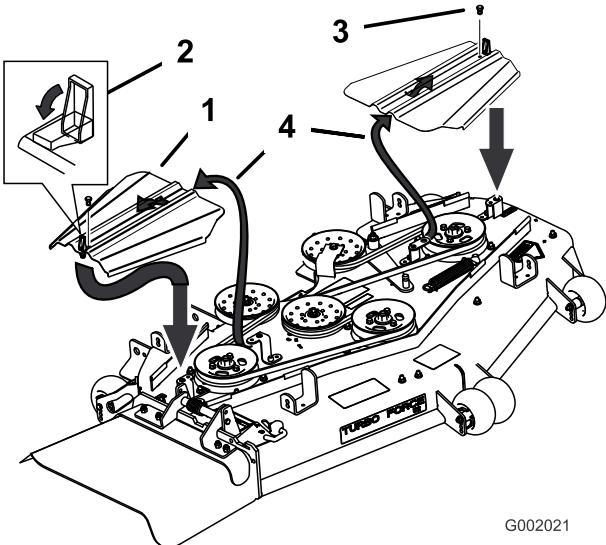
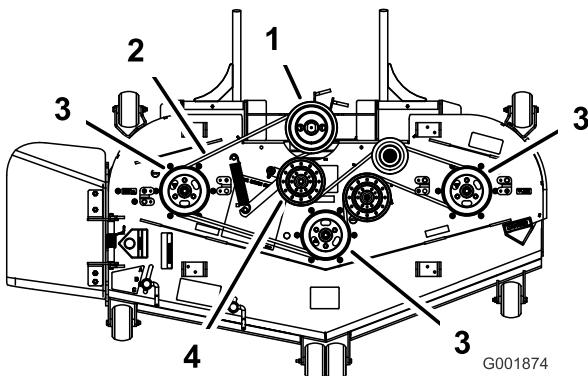
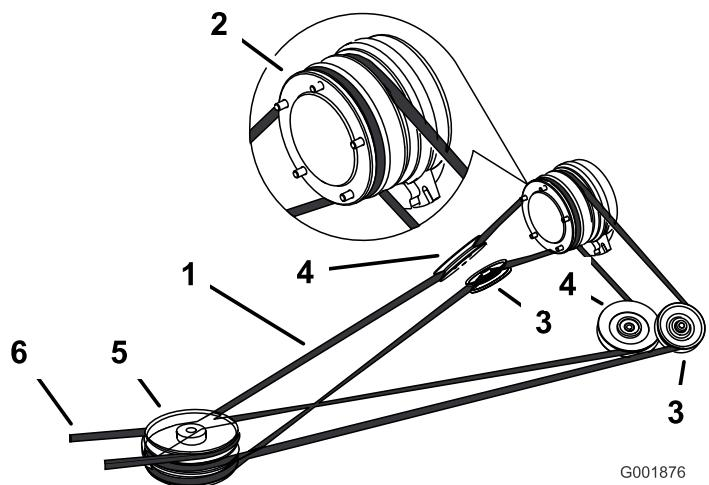

Figura 59
Figura 60
Figura 62
3. Retire los tornillos y las cubiertas de la correa (Figura 59).
5. Retire la correa del cortacésped de las poleas del cortacésped y de la polea superior de las tres poleas apiladas (Figura 59 y Figura 60).
6. Instale la correa nueva alrededor de las poleas del cortacésped y la polea superior de las tres poleas apiladas (Figura 59 y Figura 60).
7. Tire del brazo tensor tensado con muelle para aflojar la tensión de la correa y alinee la correa del cortacésped en la polea tensora (Figura 60).
8. Instale las cubiertas de la correa introduciendo las pestañas en las ranuras. Coloque los tornillos y fije los cierres (Figura 59).
4. Tire de la polea tensora tensada con muelle para aliviar la tensión de la correa (Figura 62).
5. Retire la correa del cortacésped de la polea superior de las tres poleas apiladas (Figura 60 y Figura 62).
7. Instale la nueva correa de transmisión alrededor de la polea del embrague, las poleas tensoras ajustables, la polea tensora tensada con muelle y las tres poleas apiladas delanteras (Figura 62).
9. Instale la correa del cortacésped alrededor de las poleas del cortacésped y la polea superior de las tres poleas apiladas (Figura 60 y Figura 62).